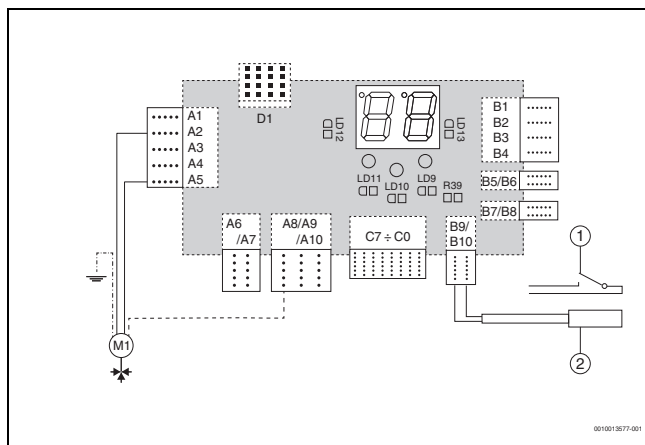

Рис. 1 Подключение 3-ходового клапана для управления горячим водоснабжением или резервным источником тепла
- ▶ Подключите провод исполнительного органа к электронному блоку котла в соответствии с электрической схемой (→рис. 1). Оставшиеся жилы заизолируйте (речь идёт о внутренних контактах исполнительного органа).
- ▶ Подсоедините датчик к клеммам B9-B10 электронного блока в соответствии с электрической схемой (→рис. 1). На проводе датчика и клеммах не нужно соблюдать полярность.